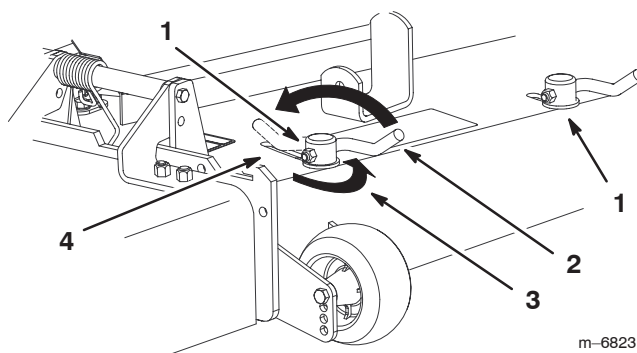

Bild 16
1. Wenn Sie die Haltenocken einstellen möchten, schieben Sie den Hebel nach oben und lösen Sie die Haltenocke (Bild 16).